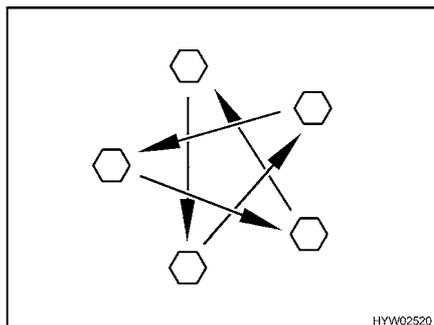

Bild 216 Radmuttern oder Radschrauben über Kreuz anziehen
- Radmuttern oder Radschrauben regelmäßig auf festen Sitz prüfen. Radmuttern oder Radschrauben eines ausgewechselten Rades nach 50 km über Kreuz nachziehen (Bild 216). Anziehdrehmoment siehe Abschnitt 13.5.2.
- ▷ Radmuttern oder Radschrauben über Kreuz anziehen (Bild 216).